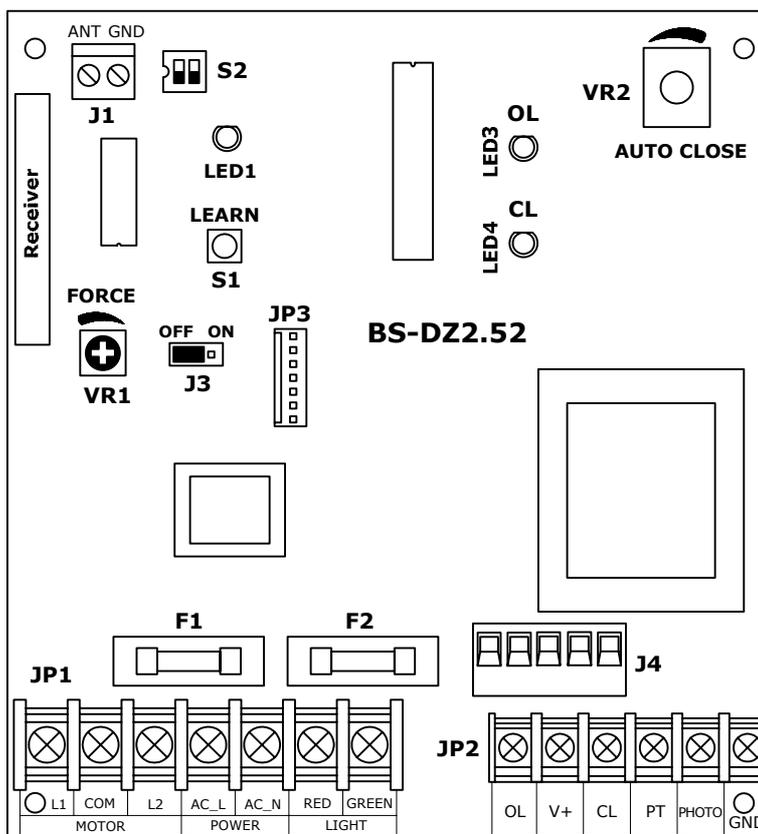
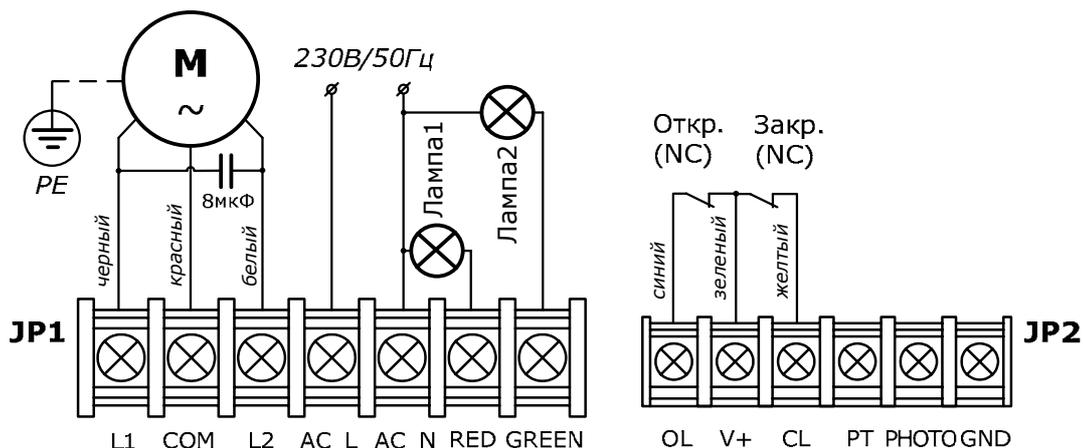

Рис. 5. Электронный модуль блока управления
Рис. 6. Электрические подключения шлагбаума к блоку управления
Электронный блок управления шлагбаума (Рис. 5) осуществляет управление работой всех подключенных к нему электрических компонентов.
Подключения электродвигателя и выключателей конечных положений к блоку управления выполнены на заводе-изготовителе (Рис. 6).
Для сигнализации о состоянии шлагбаума к блоку управления могут быть подключены лампы (Рис. 6) 230В, макс. 25Вт. Подключение одной лампы необходимо производить к клеммам «RED» и «AC_N», второй лампы к клеммам «GREEN» и «AC_N». В зависимости от настройки DIP-переключателя S2 (Рис. 5) возможны различные режимы работы ламп (см. раздел «Настройка параметров работы»).
После настройки конечных положений несколько раз поднимите и опустите стрелу шлагбаумом и убедитесь в правильности регулировок. При полном открытии шлагбаума светодиод LED3 (OL) гаснет (Рис. 5), при полном закрытии шлагбаума гаснет светодиод LED4 (CL).
С помощью DIP-переключателя S2 (Рис. 5) и регулятора VR2 блока управления настраивается логика работы выходов ламп и режим "Автозакрытия" (Таблица 7). С помощью разъема-перемычки J3 и регулятора VR1 настраивается режим "Обнаружение препятствия".
<p>Включение режима "Светофор" (DIP 2 – OFF) Лампа, подключенная к клемме «RED» (Рис. 6), горит при движении шлагбаума и при закрытом шлагбауме (красный сигнал светофора). Лампа, подключенная к клемме «GREEN», горит при открытом шлагбауме (зеленый сигнал светофора).</p>
<p>Режим "Обнаружение препятствия" При расположении перемычки на контактах 1 и 2 разъема J3 (Рис. 5) режим включен, при расположении перемычки на контактах 2 и 3 режим выключен. Усилие двигателя (чувствительность) при обнаружении препятствия устанавливается регулятором VR1. Максимальное значение усилия в крайнем левом положении регулятора, минимальное значение в крайнем правом. Обнаружение препятствия при закрытии шлагбаума приведет к остановке шлагбаума и последующему полному открытию. Обнаружение препятствия при открытии шлагбаума приведет к остановке шлагбаума. Заводская настройка: режим включен, усилие максимальное.</p>	<p>Выключено</p>  <p>Включено</p>
Для записи пульта нажмите кнопку S1 (Рис. 5) блока управления, индикатор LED1 блока управления загорится. Затем нажмите любую кнопку пульта, индикатор LED1 моргнет несколько раз и погаснет, что означает запись кода пульта в память радиоприемника блока управления.